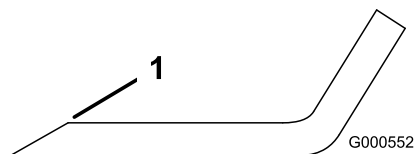

Figura 78
1. Utilice una lima para afilar el filo de corte en ambos extremos de la cuchilla (Figura 78).
Nota: Si la cuchilla no está equilibrada, rebaje algo el metal en la parte de la vela solamente (Figura 78).